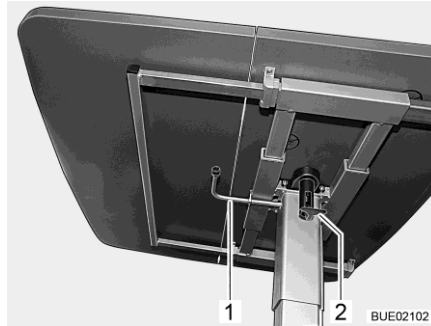

Bild 125 Lyftbord
- För ned låsarmen (Bild 125,2).
- Sväng spaken (Bild 125,1) under bordsskivan 180° medurs. Lyftmekanismen i bordsbenet låses upp.
- Sväng spaken (Bild 125,1) under bordsskivan 180° medurs. Bordsskivan åker själv upp till det övre ändläget.